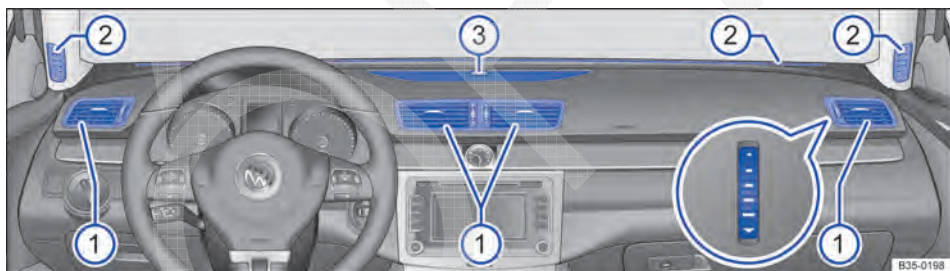

Fig. 212 No painel de instrumentos: difusores de ar.
Para que uma potência de aquecimento, uma refrigeração e uma entrada de ar suficientes sejam atingidas no interior do veículo, os difusores de ar ⇒ **Fig. 212 ①** devem ser mantidos sempre abertos.